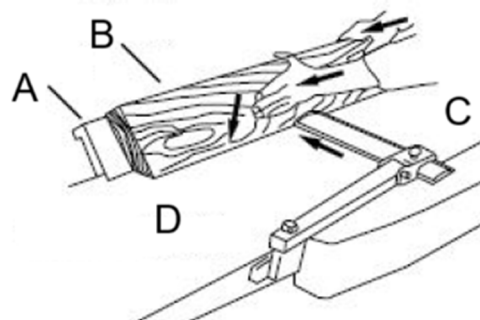

Figura 21
5. Inserire il materiale attraverso la testa di taglio, assicurandosi che la superficie del materiale sia completamente piana contro la guida e che il bordo sia saldamente a contatto con i tavoli di alimentazione e di uscita (Figura 21).